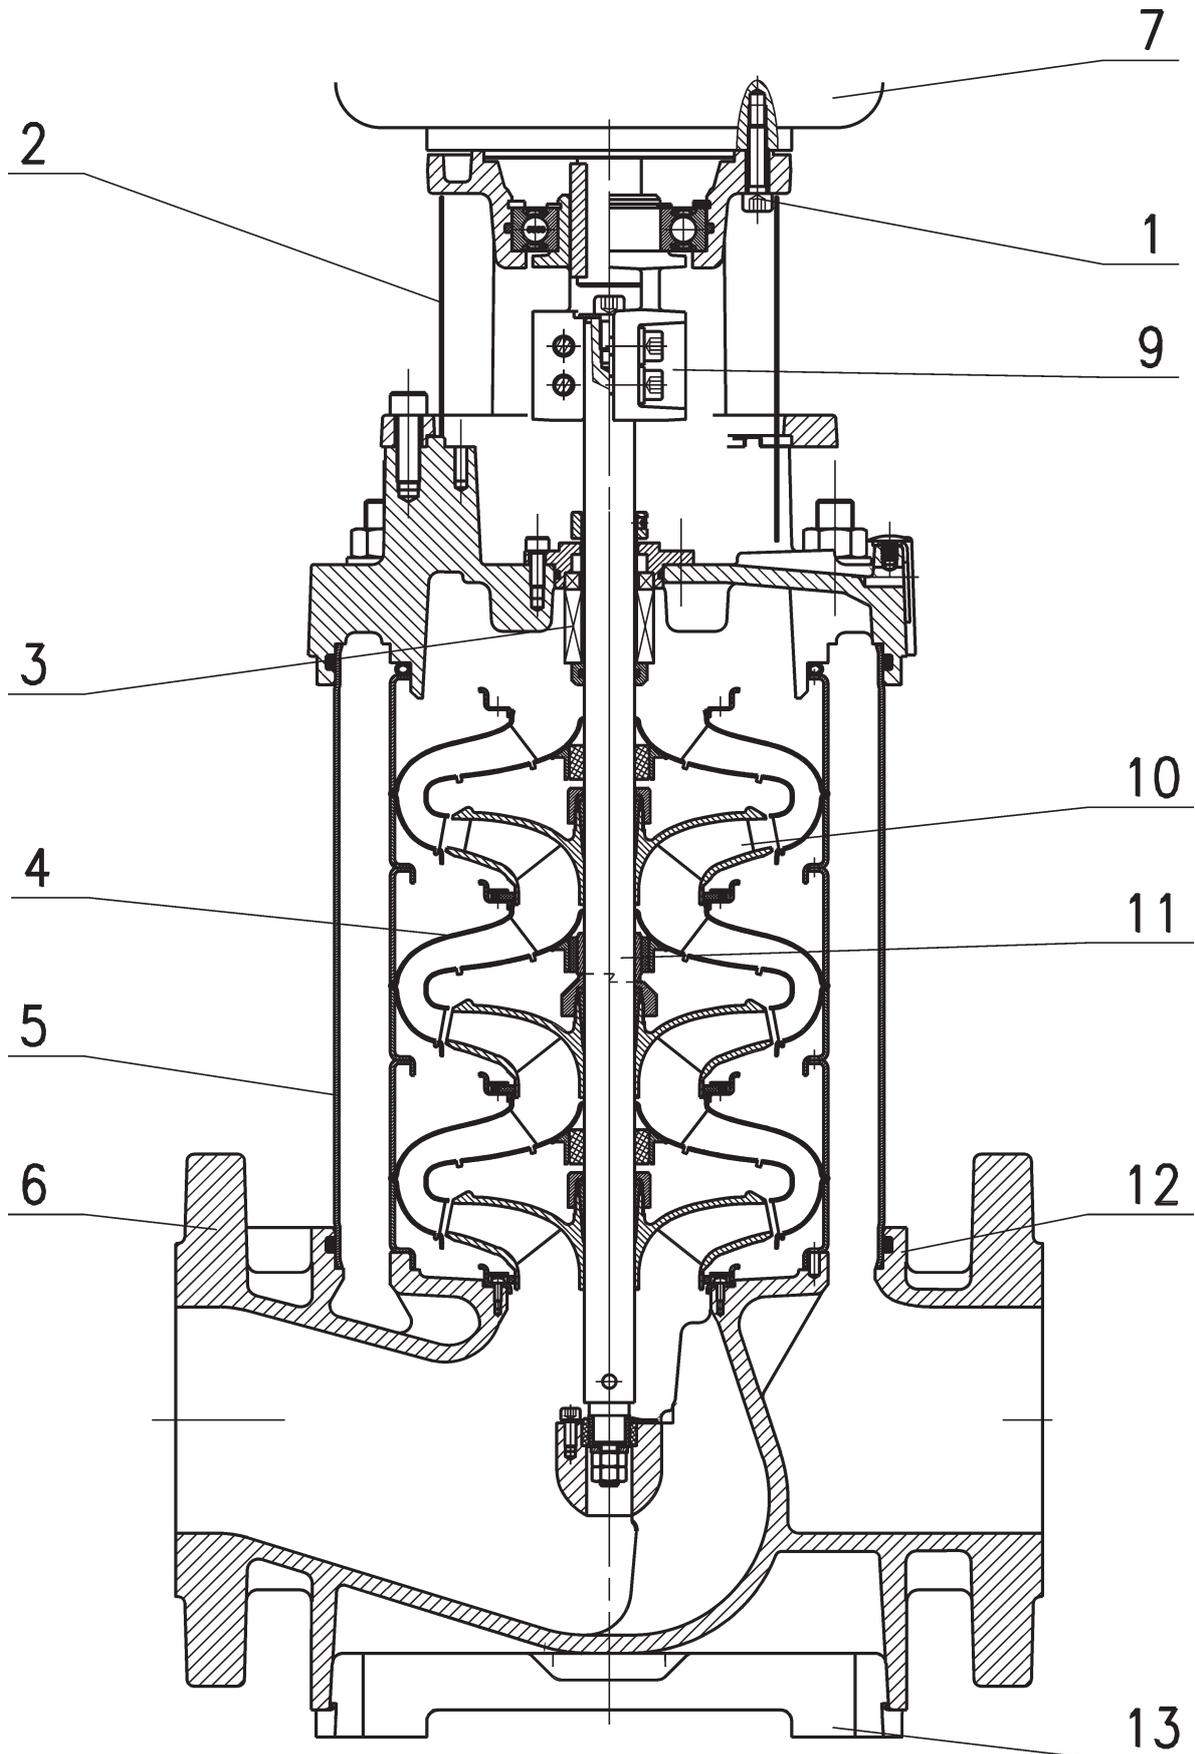

Fig. 2
- Placez la pompe dans un endroit facile d'accès afin de simplifier les travaux d'entretien et de démontage. La pompe doit toujours être montée parfaitement à la verticale sur un socle en béton suffisamment lourd (figure 2, réf. 13). Placez des amortisseurs de vibrations entre le socle et le sol.